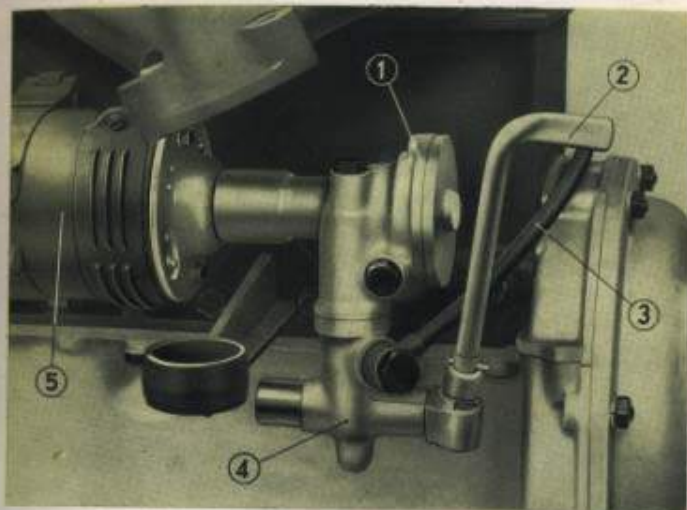

Fig. 23. Pompa acqua e rubinetto scarico acqua del radiatore ed al motore.
La pompa è fissata sul lato sinistro del motore ed è comandata direttamente dall'alberino della dinamo (vedi fig. 23).
In queste condizioni l'acqua giunge al radiatore in quantità minima e la circolazione nel motore avviene attraverso il tubo (3) ed il collettore di aspirazione (vedi fig. 23).